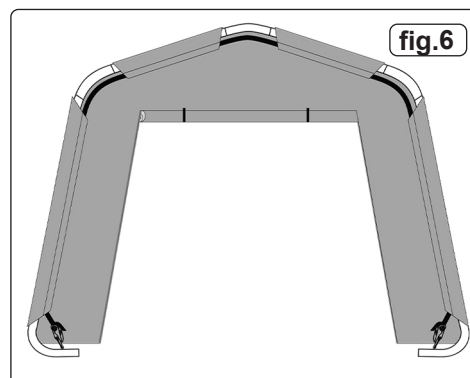

fig.6
5.3.1. FRONT AND REAR DOORS (fig.6)